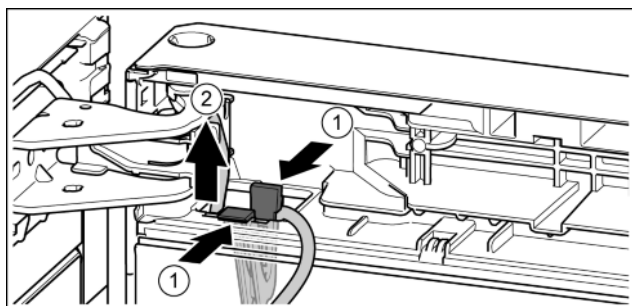

Fig. 24
- ▶ Lasche drücken. Fig. 24 (1)
- ▶ Kabelhalter mit daran befestigtem Kabel herausziehen. Fig. 24 (2)